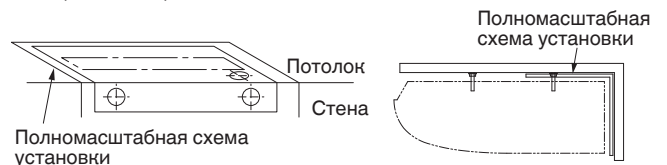

Рис. 3-10
- (2) В случае сгиба полномасштабной схемы установки под прямым углом на потолке и стене также можно выбрать положения входа для внутреннего трубопровода и проводки и положения каждого подвесного болта. Возьмите карандаш и отметьте места для отверстий (Рис. 3-10).